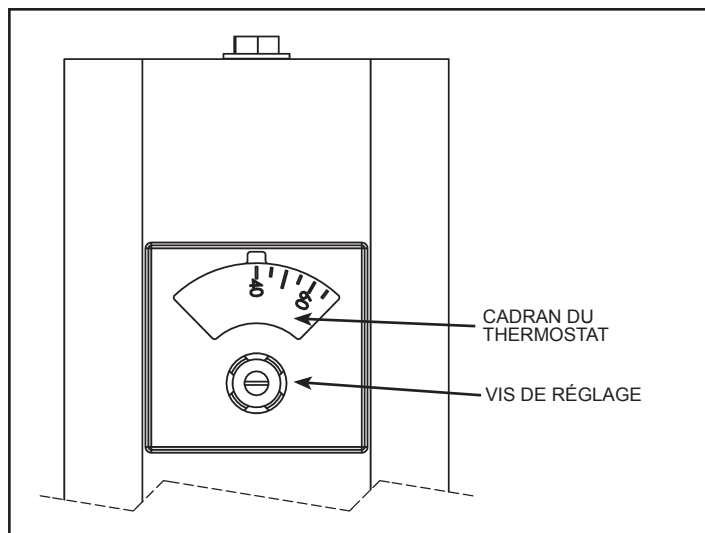

Figure 12. Détails, aquastat/thermostat
- Si le cadran de réglage de la température est visible, utilisez un petit tournevis plat pour faire pivoter la vis de réglage située tout juste sous la fenêtre du cadran. Faites pivoter la vis jusqu'au réglage souhaité (voir Figure 12).